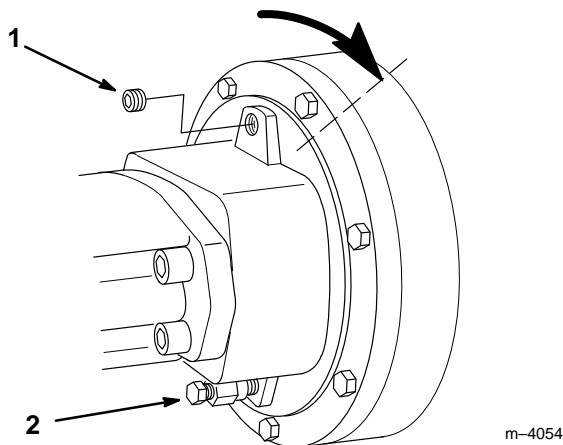

Figure 10
2. Tourner la tête d'entraînement de telle sorte que le bouchon de vidange d'huile soit dirigé vers le haut et le bouchon de reniflard vers le bas (Fig. 10).
3. Retirer le bouchon de vidange d'huile (Fig. 10)
4. Tourner la tête d'entraînement de tarière pour que l'ouverture de vidange soit en position "2 heures" (Fig. 10). L'huile doit juste commencer à sortir de l'ouverture.
1. Placer la tête d'entraînement au-dessus d'un bac de vidange avec le bouchon de vidange d'huile (Fig. 10) tout en bas, tourné vers le bac de vidange.